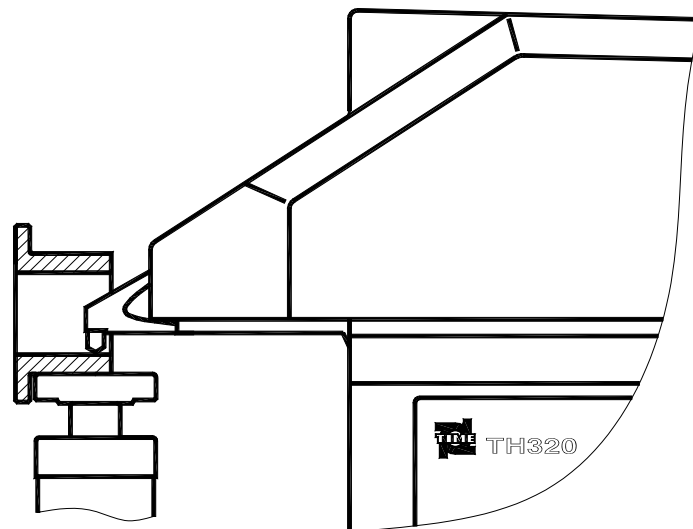

图 1.1
- **结构独特** 本硬度计采用特殊的压头结构，除了可进行一般传统硬度计所能完成的测试外，还可以测试普通硬度计无法测到的表面，如环状、管状零件内表面，如图 1.1 所示。